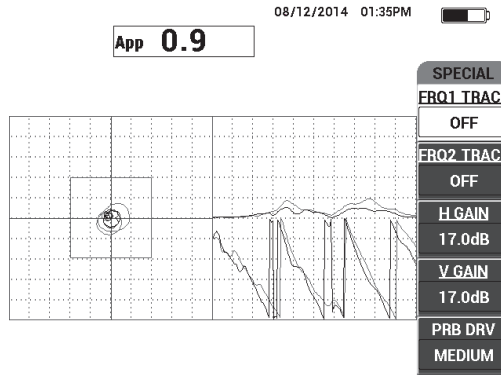

Figura 6-58 Il segnale di riferimento dell'eco di fondo
3. Mantenere posizionata la sonda su una zona priva di difetti del campione ed in seguito mantenere premuto il tasto **REF SAVE** (REF \square) per salvare il segnale di riferimento dell'eco di fondo (vedere Figura 6-58 a pagina 181).